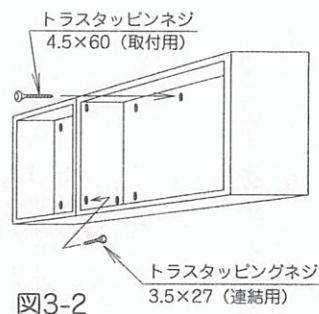

図3-2
(4) キャビネットの設置 (図3-2)
- ①キャビネットの設置位置を壁面に墨書きしてください。
- ②設置位置の墨書き線にキャビネットをあてがい所定のネジで取付けてください。